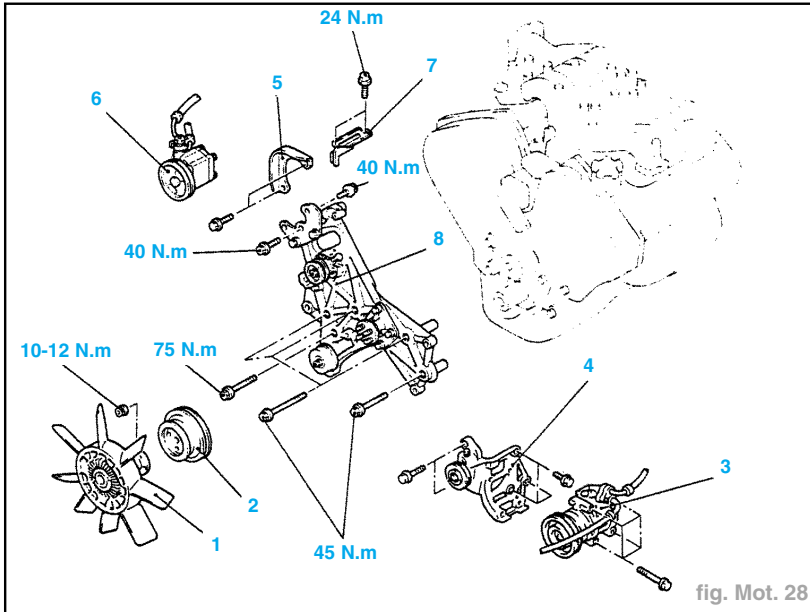

fig. Mot. 28
- Procéder à la dépose dans l'ordre suivant (fig. Mot. 28 et 29) :